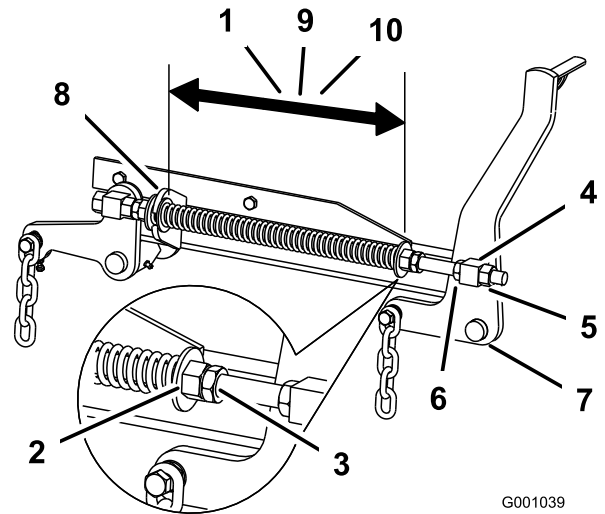

Figure 102
2. Vérifiez que les deux grandes rondelles sont espacées de 28,2 cm ($11\frac{1}{8}$ po) pour les tabliers de coupe de 132 cm (52 po), de 26,7 cm ($10\frac{1}{2}$ po) pour les tabliers de coupe de 152 cm (60 po), ou de 29,2 cm ($11\frac{1}{2}$ po) pour les tabliers de coupe de 183 cm (72 po) (Figure 102).
3. Réglez cette distance en desserrant l'écrou de blocage du ressort et en tournant l'écrou devant chaque ressort (Figure 102).
4. Bloquez l'écrou en position en serrant l'écrou de blocage du ressort (Figure 102).